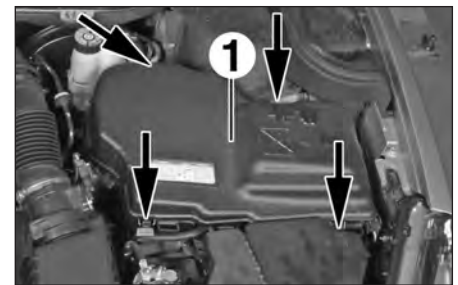

FIG.34
- Déposer le cache (1) (Fig.34).